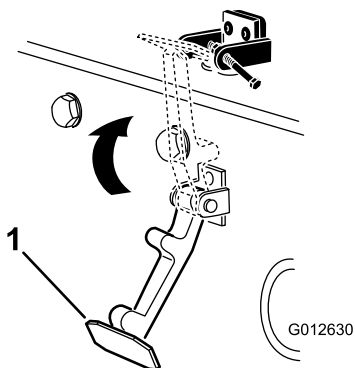

Рисунок 6
7. Введите защелку в зацепление с кронштейном защелки капота (Рисунок 6).